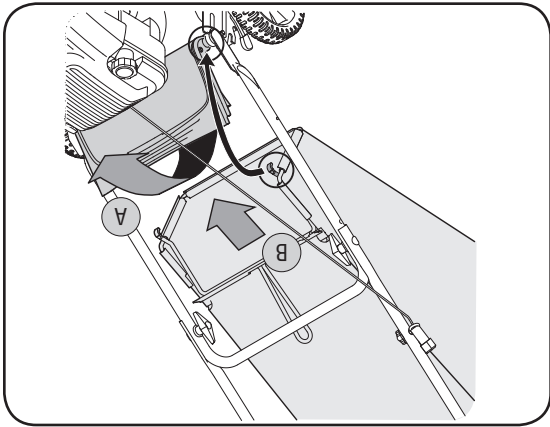

Figure 3-8
a. Relevez le clapet d'éjection arrière de la tondeuse et placez le sac à herbe sur la tige de pivotement. Lâchez le clapet pour qu'il repose sur le sac à herbe. Voir la Figure 3-8.
a. Relevez le clapet d'éjection arrière de la tondeuse, comme à la Figure 3-8. Relevez le sac à herbe et dégagez-le de la tige de pivotement. Lâchez le clapet d'éjection arrière pour fermer l'ouverture sur l'arrière de la tondeuse.